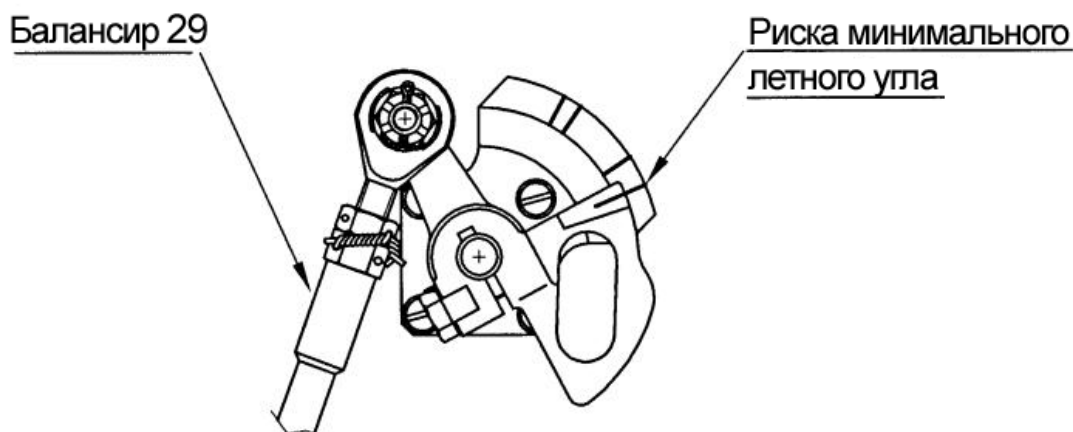

Рисунок 11-33 Регулировка рисок с помощью балансира [29]
- k) Откорректируйте длину балансира [29] (Рисунок 11-33).